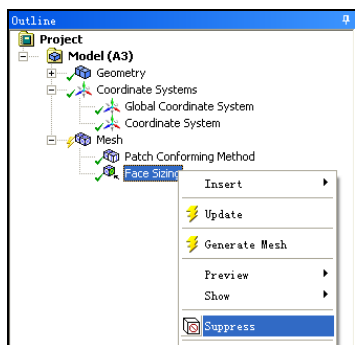
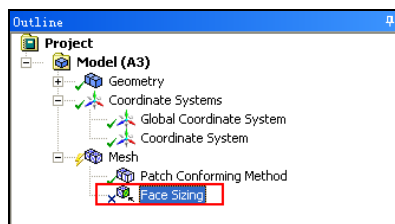

图 3-81 快捷菜单
图 3-82 抑制面尺寸
- 步骤 03** 在分析树中的  Face Sizing 上单击鼠标右键, 在弹出的快捷菜单中选择  Suppress 命令, 如图 3-81 所示, 此时网格划分中的面尺寸被抑制, 如图 3-82 所示, 被抑制的选项前由  变为 .